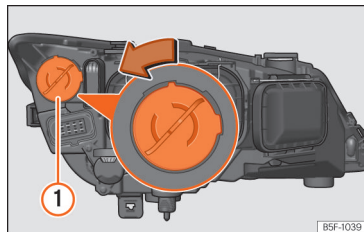

Abb. 56 Tagfahrleuchte.
- Drehen Sie den Lampenträger » Abb. 56 ① nach links und ziehen Sie.